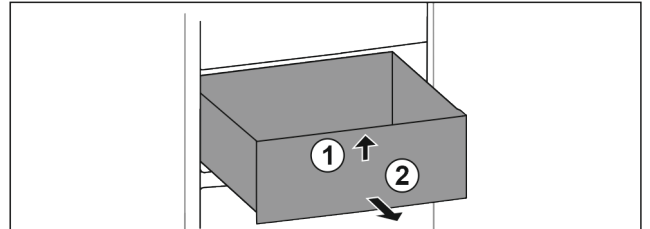

Fig. 97
- ▶ Lyft upp utdragslåda framtill. Fig. 97 (1)
- ▶ Ta ut utdragslåda genom att dra den framåt. Fig. 97 (2)